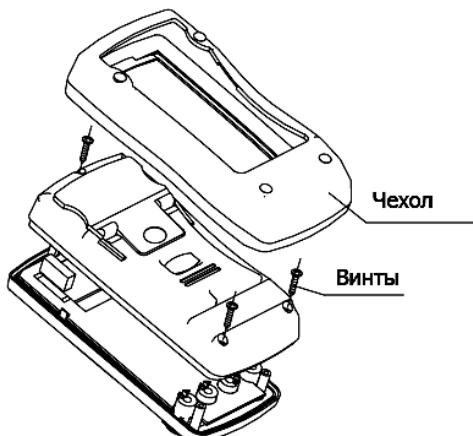

Рис. 21
B. Замена предохранителей (См. рис. 21)